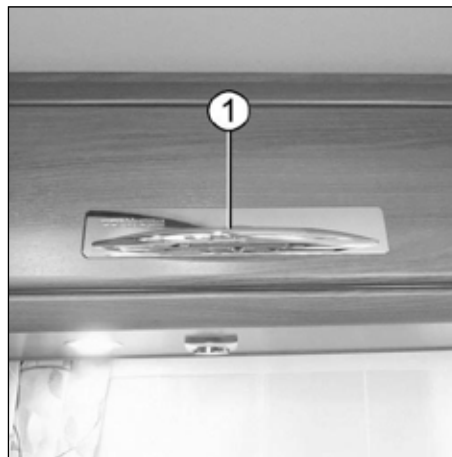

Fig. 78 Fermeture à poignée
1. Pousser la poignée (Fig. 78, pos. 1) vers le bas.